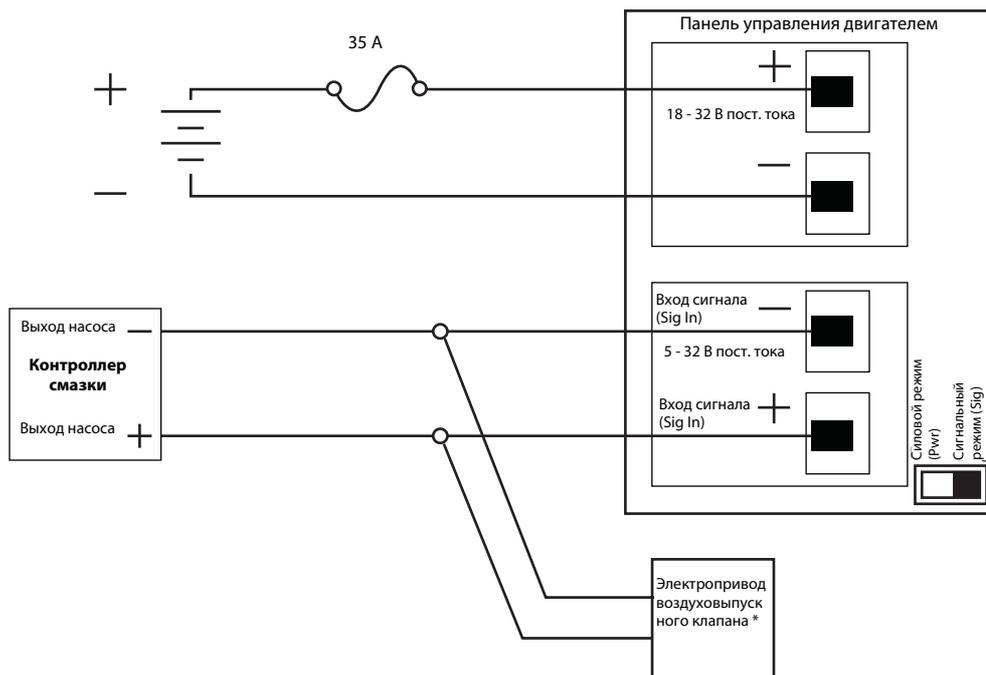
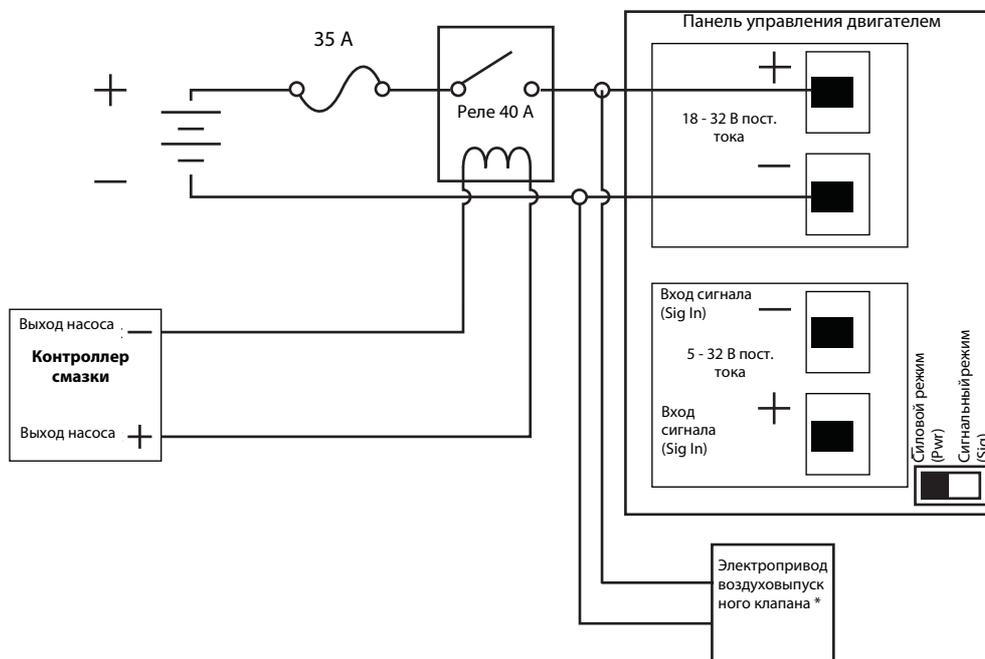

Рис. 13: Переключатель управления насосом показан в сигнальном режиме
Рис. 14: Переключатель управления насосом показан в силовом режиме
3. Выполните все соединения для входных силовых подключений (А и В, стр. 13) и подключений для управления насосом (С и D, стр. 13). Смотрите Рис. 13 или Рис. 14, стр. 12 касательно схем электрических соединений и схемы соединения для платы управления, стр. 13.
4. Проложите провода в коробку блока управления. Установите обратно прокладку (119), крышку (120) и вкрутите болты (116), соблюдая осторожность, чтобы не пережать какие-либо провода. Надежно затяните болты. Затягивайте болты с усилием 17 - 19 футов на фунт (23 - 26 Н•м).